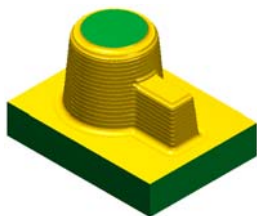

图 10.7.8 仿真结果
(1) 在 **刀具路径管理器** 选项卡中单击 按钮，然后单击“验证已选择的操作”按钮 ，系统弹出“Mastercam Simulator”对话框。
(2) 在“Mastercam Simulator”对话框中单击 按钮。系统将开始进行实体切削仿真，结果如图 10.7.8 所示，单击 按钮。